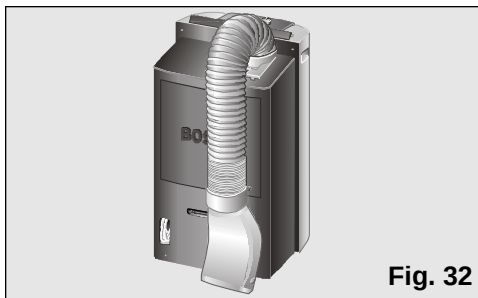

Fig. 32
- ☐ Hiervoor buigt u de buis naar de achterkant van het apparaat en maakt deze vast aan de diffusie haak, Fig. 32 en 32.